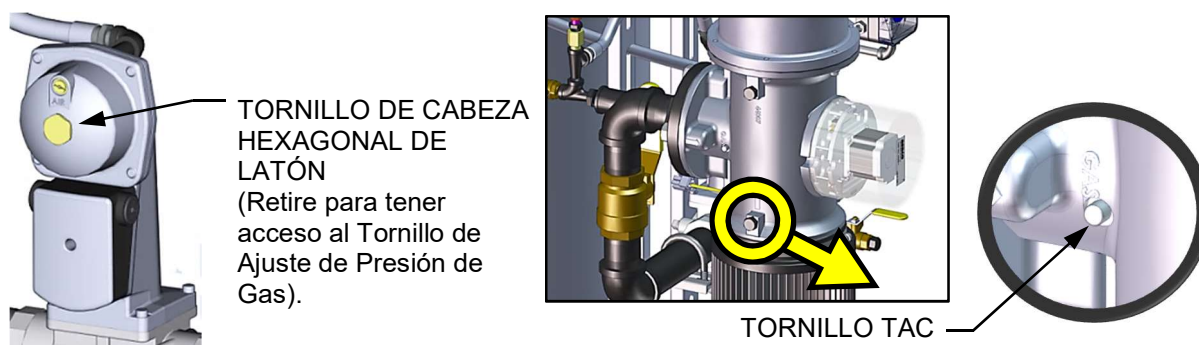

Figura 4-3: Tornillo de ajuste de presión de gas y ubicación del tornillo TAC
14. Después, verifique que la presión de gas posterior de la SSOV esté dentro del rango que aparece en la Tabla 4-1 para el modelo que está calibrando. Si se requiere algún ajuste en la presión del gas, retire la tuerca hexagonal de latón en el actuador de la SSOV para tener acceso al tornillo de ajuste de presión del gas (Figura 4-3). Haga los ajustes en la presión de gas usando un destornillador de punta plana. Ajuste la presión de gas dentro del rango especificado en la Tabla 4-1.
26. Con la posición de válvula en 100%, si el nivel de oxígeno no se encuentra dentro de la tolerancia requerida después de ajustar el voltaje del ventilador, entonces la presión de gas en el lado posterior de la SSOV debe ajustarse usando el tornillo de ajuste de presión de gas que está en la SSOV (Figura 4-3). Gire lentamente el ajuste de presión de gas aumentando 1/4 de giro cada vez en el sentido de las manecillas del reloj para reducir el nivel de O₂ o en el sentido contrario para incrementarlo. Permita al analizador de combustión estabilizarse después de cada ajuste.
30. Si el nivel de oxígeno en la posición de válvula 18% es demasiado alto y el voltaje del ventilador se encuentra en su valor mínimo, puede ajustar el tornillo TAC, el cual se encuentra empotrado en la parte superior de la válvula de aire-combustible (ver la Figura 4-3. Gire el tornillo 1/2 de vuelta en el **sentido del reloj para añadir combustible y reducir O2** al nivel especificado. La recalibración *DEBE* realizarse de nuevo desde el 50% hasta la posición menor de válvula después de realizar algún cambio en el tornillo TAC.
14. Después, verifique que la presión de gas posterior de la SSOV esté dentro del rango que aparece en la Tabla 4-4, para el modelo que está calibrando. Si se requiere algún ajuste en la presión del gas, retire la tuerca hexagonal de latón en el actuador de la SSOV para tener acceso al tornillo de ajuste de presión del gas (Figura 4-3). Haga los ajustes en la presión de gas usando un destornillador de punta plana para obtener una presión de gas que se aproxime a las que se muestran en la Tabla 4-4.
de gas que está en la SSOV (Figura 4-3). Gire lentamente el ajuste de presión de gas aumentando 1/4 de giro cada vez en **el sentido de las manecillas del reloj para reducir el nivel de O₂** o **en el sentido contrario para incrementarlo**. Permita al analizador de combustión estabilizarse después de cada ajuste.